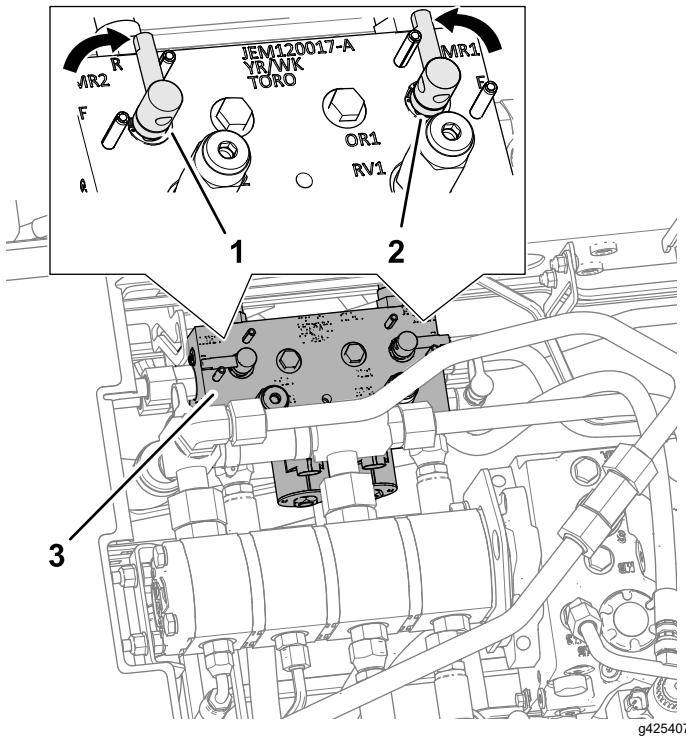

图 109
- 松开并升起座椅露出剪草机歧管图 109。
5. 将倒磨控制杆移至 R 倒磨位置 图 109。